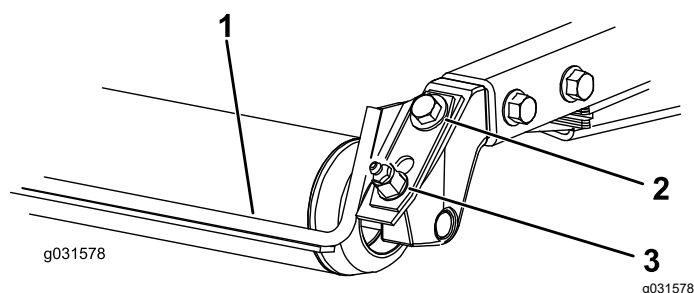

Figura 3
1. Afloje el engrasador y el tornillo de montaje (Figura 3).